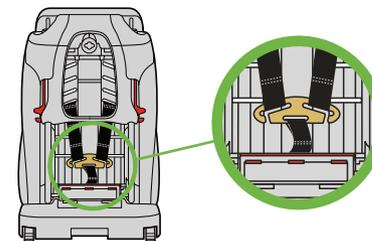

Figura 98
- Revise que la correa del arnés de los hombros esté totalmente dentro de la ranura de la placa de metal del arnés, como se muestra en la **Figura 98**.